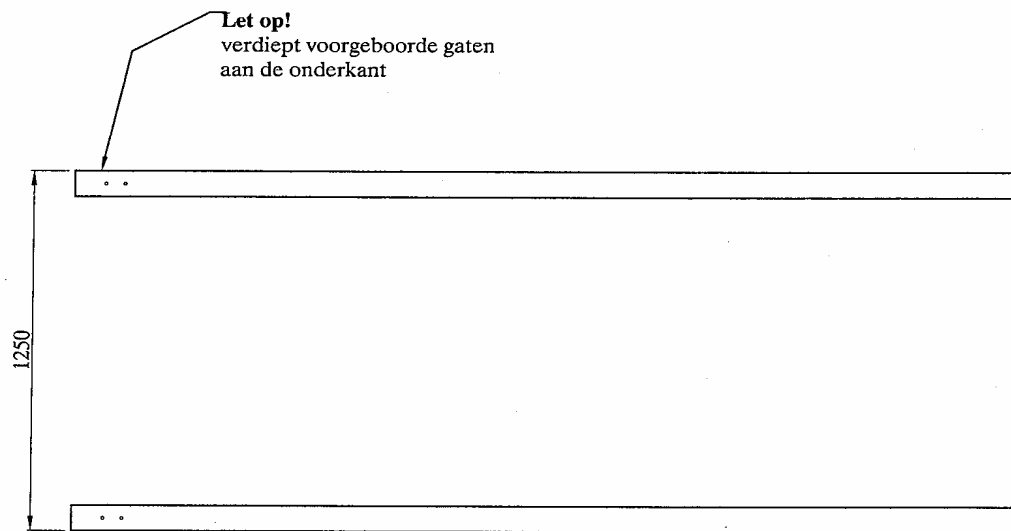

Figuur 2a
2. Heeft u de plaats bepaald van het toestel, dan graaft u de gaten volgens figuur 2a en 2b